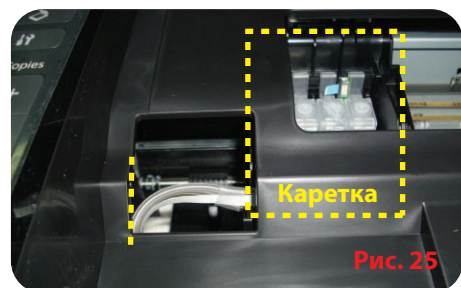

Рис. 25
6.8. Передвиньте каретку, чтобы ее левая сторона стала вровень с правой стороной окошка принтера, подтяните (отпустите) шлейф, пока его петля не выровняется с левой стороной окошка. (Рис. 25).